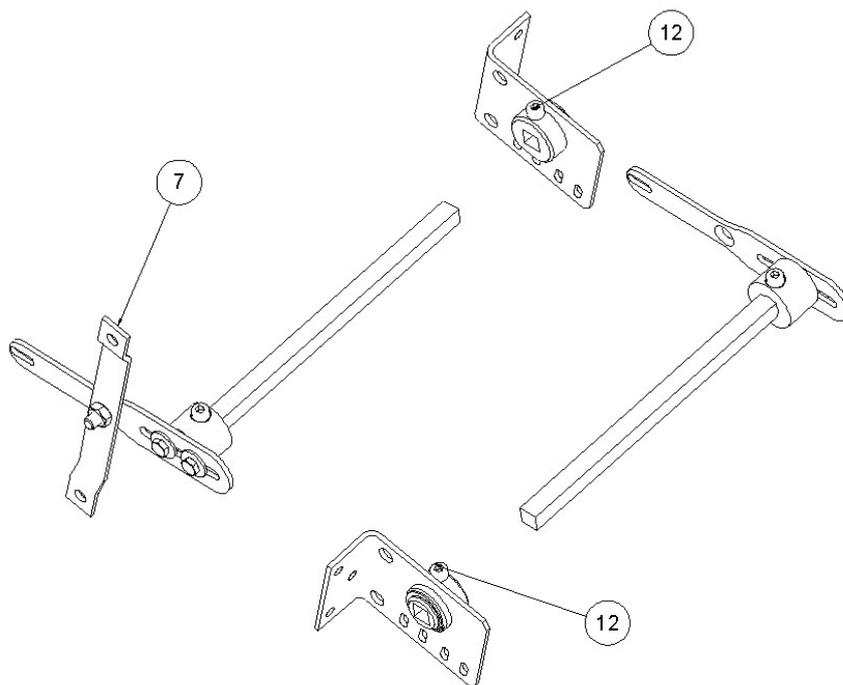

Figure. 5
- 5. ASSEMBLAGE DES PLAQUES BASE ET DES BRAS:** Avant d'assembler les plaques base aux bras, il faut différencier quelle plaque base fait partie de chacun des côtés de la barre de commande. Introduisez le bras dont l'arrimage limiteur (**7**) se trouve sur la plaque du côté où est placé le limiteur de vitesse de l'ascenseur, et celui qui n'a pas d'arrimage sur la plaque du côté opposé. Serrez la vis (**12**) de la bague d'appui sur l'axe, de façon à ce que les deux soient reliés – Fig. 5 –.